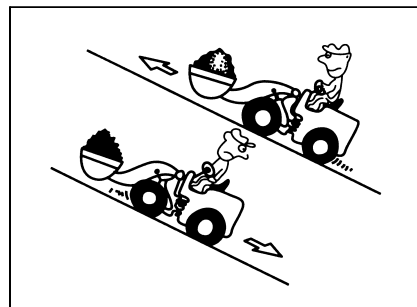

Рис. 1-54
- Когда погрузчик ходит до откоса с полной нагрузкой (рис. 1-54)